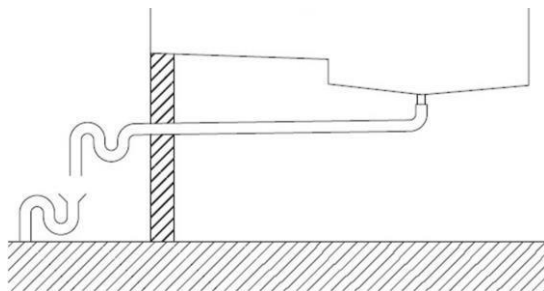

Figure 5
- 6 Contrôlez que le passage vers l'égout (Figure 5) n'est pas bouché et enlevez la saleté éventuelle.